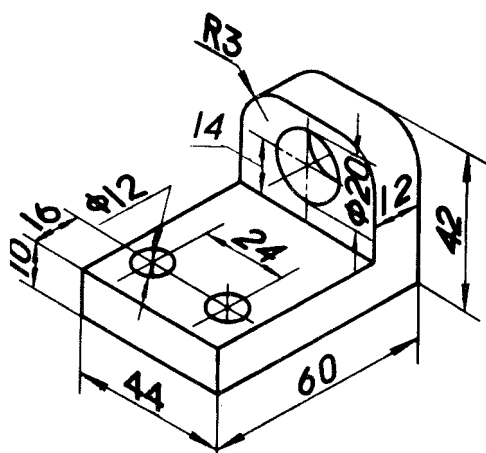

图 18
3.2 标注圆的直径、尺寸线和尺寸界线应分别平行于圆所在平面内的轴测轴，标注圆弧半径或较小圆的直径时，尺寸线可从（或通过）圆心引出标注，但注写数字的横线必须平行于轴测轴（图 18、19）。